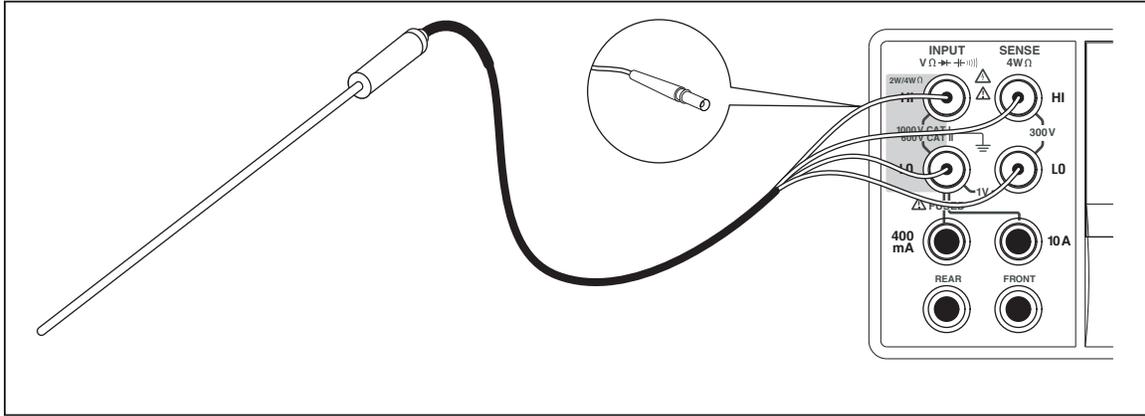

図 4-7. 温度測定
1. RTDを**INPUT**の**HI**・**LO**端子、および**SENSE**の**HI**・**LO**端子に接続します。詳細は、図4-7を参照してください。：